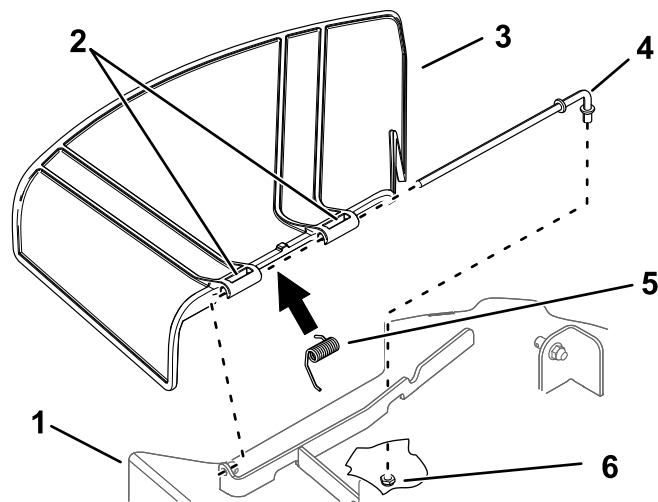

Figure 75
- Retirez l'écrou ( $\frac{3}{8}$  po) de la tige, sous le tablier de coupe (Figure 75).
- Sortez la tige du support du tablier, du ressort et du déflecteur d'herbe (Figure 75).
4. Montez le nouveau déflecteur d'herbe (Figure 75).
7. Insérez la tige dans le second pivot du déflecteur d'herbe (Figure 75).
9. Fixez l'extrémité arrière de la tige dans le tablier de coupe à l'aide d'un écrou ( $\frac{3}{8}$  po), comme montré à la Figure 75.